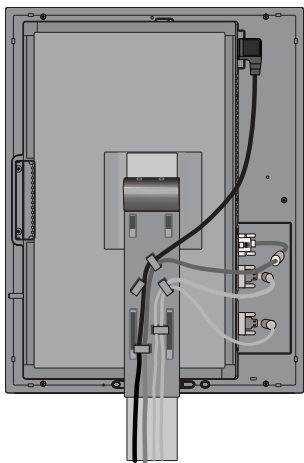

Figure C.3
Placez le câble DVI et le câble mini-connecteur D-SUB à 15 broches vers DVI-A (non inclus) dans les crochets comme indiqué (**Figure C.3**).
7. Assurez-vous que tous les câbles sont bien fixés contre le support (**Figure C.3**).